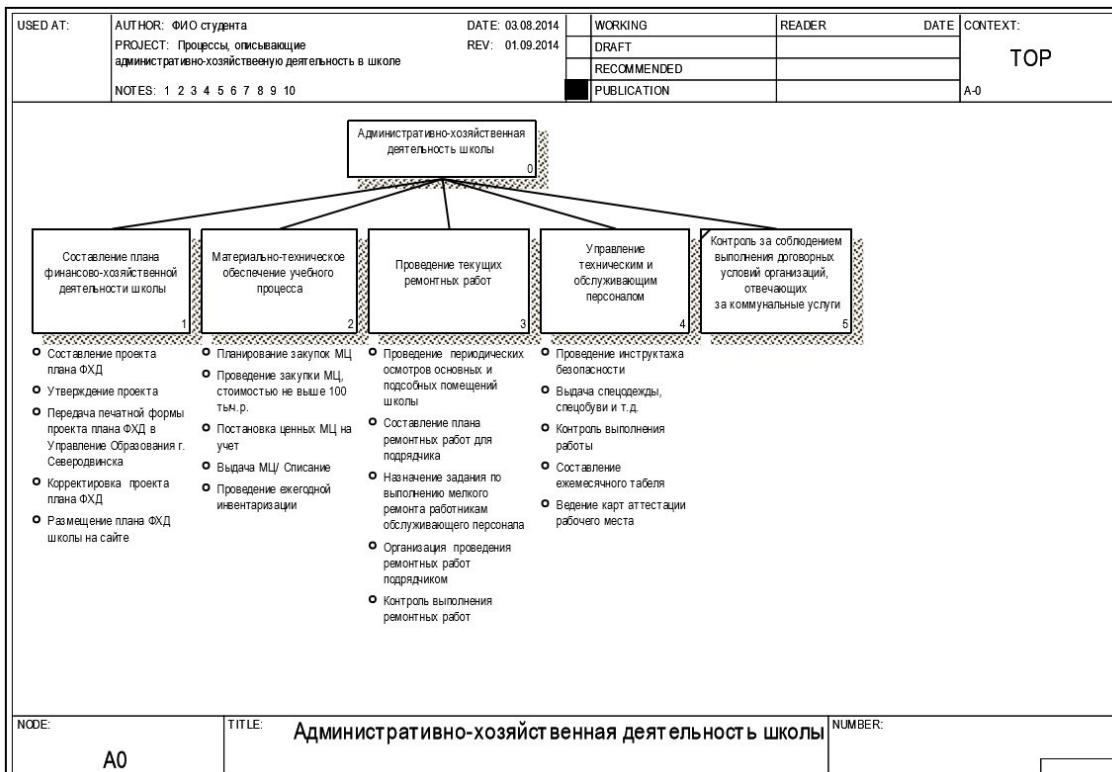

Рисунок 1.3 – Диаграмма дерева функций AS-IS
6. Построить дерево функций (рисунок 1.3).